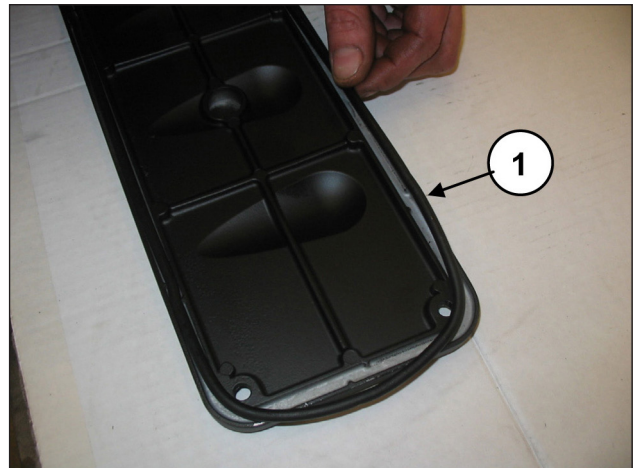
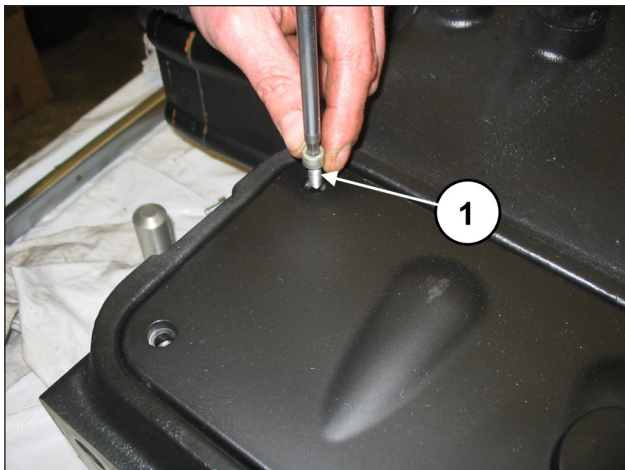

Abb. 144
Abb. 145
Setzen Sie auf die Inspektionsdeckel den O-Ring (Pos. ①, Abb. 144) und montieren Sie die Deckel anhand von 4+4 Schrauben M6x14 (Pos. ①, Abb. 145).